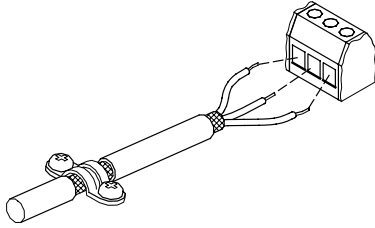

Рис. 5 Соединение оплетки и проводов экранированного кабеля с колодкой
- Экранирование кабелей должно выполняться подключением обоих концов кабельной оболочки на массу насоса. При экранировании кабелей следить за надежным соединением на массу. Торцев экранирующей оболочки должен находиться на минимально возможном удалении от соединительных зажимов, смотрите рис. 5.